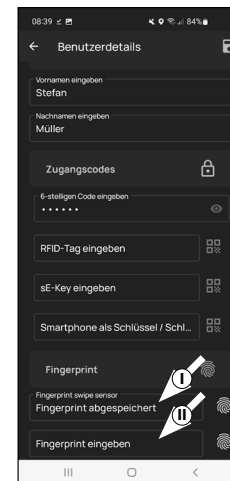

Fig. 16
6 Une fois qu'une empreinte digitale a été saisie, vous voyez apparaître dans le champ correspondant de l'entrée « Empreinte digitale enregistrée » (Fig. 16).
De plus, se trouve au-dessous un nouveau champ vide pour une autre empreinte digitale (II) (Fig. 16). Si vous le souhaitez, vous pouvez enregistrer ici une empreinte digitale complémentaire. Pour ce faire, suivez de nouveau les étapes de ce chapitre.